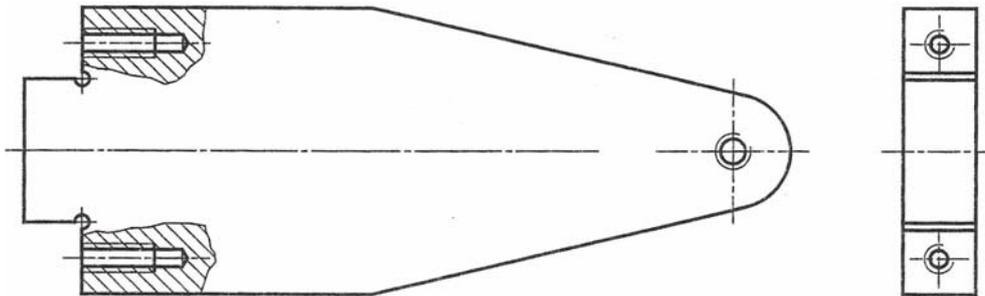

Abb.7: Hebellager (Pos.3)
- 30) Skizziere („kopiere“ !) und bemaße das Hebellager (Abb.7).